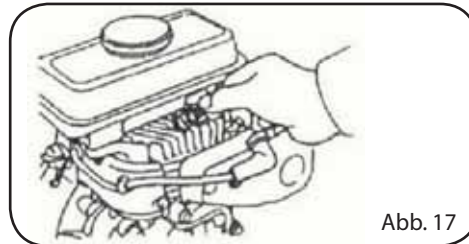

Abb. 17
4. Kontrollieren, ob die Dichtung in gutem Zustand ist, andernfalls auswechseln. Die Kerze auf dem Boden zuerst per Hand anschrauben, damit nicht das Gewinde beschädigt wird (Abb. 17).